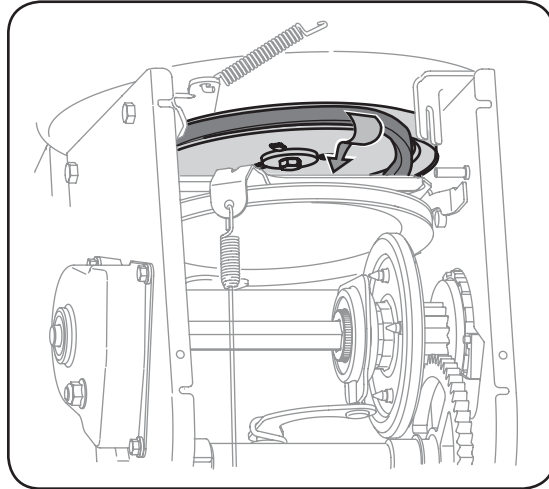

Figure 6-8
5. Dégagez la courroie de la poulie de la tarière et faites glisser la courroie en le support et la poulie en de la tarière. Remontez la courroie de la tarière en procédant dans l'ordre inverse. Voir la Figure 6-8.